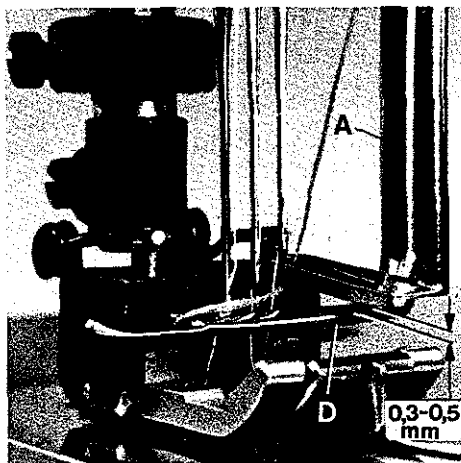
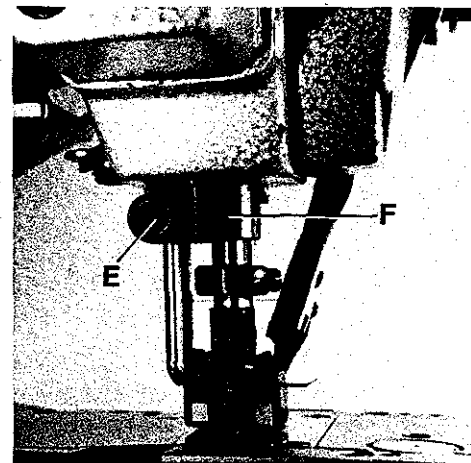

Fig.36
Fig.37
Set the spreader (D, Fig. 36) so the distance between lower edge of guide (A) and top surface of spreader is 0.3 to 0.5 mm (.012 to .020 in.) to allow the top cover thread passing freely (see Fig. 36). The inside edge of spreader must be set to clear the left needle by 0.4 to 0.8 mm (1/64 to 1/32 in.). Adjustments can be made by loosening spreader fastening screw (E, Fig. 37) accessible from the rear, inside the spreader holder, reposition spreader as required and retighten screw.
Stellen Sie den Leger (D, Fig. 36) so ein, daß zwischen der Unterseite der Führung (A) und der Legeroberseite ein Abstand von 0,3 bis 0,5 mm ist, so daß der Oberlegfaden ungehindert durchgleiten kann (siehe Fig. 36). Der Abstand zwischen Legerinnenseite und der linken Nadel soll zwischen 0,4 bis 0,8 mm betragen. Nach Lösen der Legerbefestigungsschraube (E, Fig. 37), die von hinten, innen im Legerhalter zugänglich ist, läßt sich der Leger entsprechend einstellen. Ziehen Sie die Schraube wieder an.
Each change of the amount of spreader travel necessitates to readjust the 5.5 to 6.0 mm (7/32 to 15/64 in.) dimension between the centerline of the left needle and the point of thread carrying notch on spreader. With spreader at the extreme left end of its travel, loosen clamp screw (F, Fig. 37) in the spreader holder and turn the spreader holder as required, until the 5.5 to 6.0 mm (7/32 to 15/64 in.) dimension is reached. Retighten clamp screw.
Bringen Sie den Leger in seine linke Endstellung, lösen Sie die Pratzschraube (F, Fig. 37) im Legerhalter und drehen Sie den Legerhalter entsprechend bis der Abstand von 5,5 bis 6,0 mm erreicht ist. Ziehen Sie die Pratzschraube wieder an.